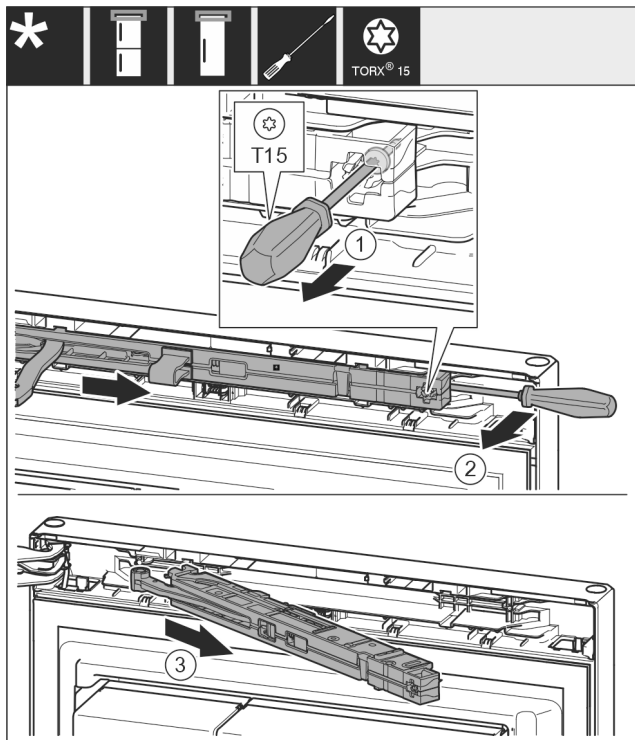

Fig. 11
- ▶ Skrutkovačom T15 uvoľnite skrutku na jednotke tlmíča uzatvárania cca 14 mm. Fig. 11 (1)
- ▶ Skrutkovač zasuňte na strane držadla za jednotku tlmíča uzatvárania a otočte jednotku dopredu. Fig. 11 (2)
- ▶ Vytiahnite jednotku tlmíča uzatvárania. Fig. 11 (3)